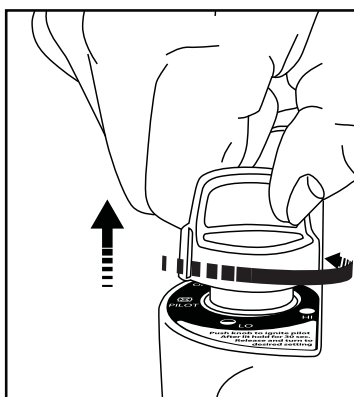

Figura 5: "Solte o botão".
- Depois de acender o piloto, mantenha pressionado por 30-60 segundos e solte o botão. O botão deve retornar à posição totalmente estendida; Para operar o aquecedor ligeiramente pressione o botão e gire suavemente para travar na posição "HI"  para acender a parte superior do queimador. Deixar na posição "HI"  até a parte superior do queimador ficar laranja brilhante. Figura 5.